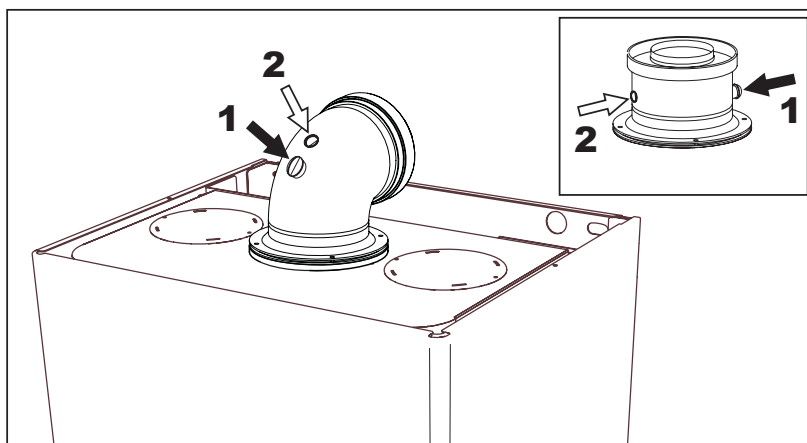

fig. 29 - Análisis de la combustión
El análisis de la combustión se puede efectuar en los puntos de toma de aire (2) y humos (1) representados en fig. 29. Proceder del siguiente modo: